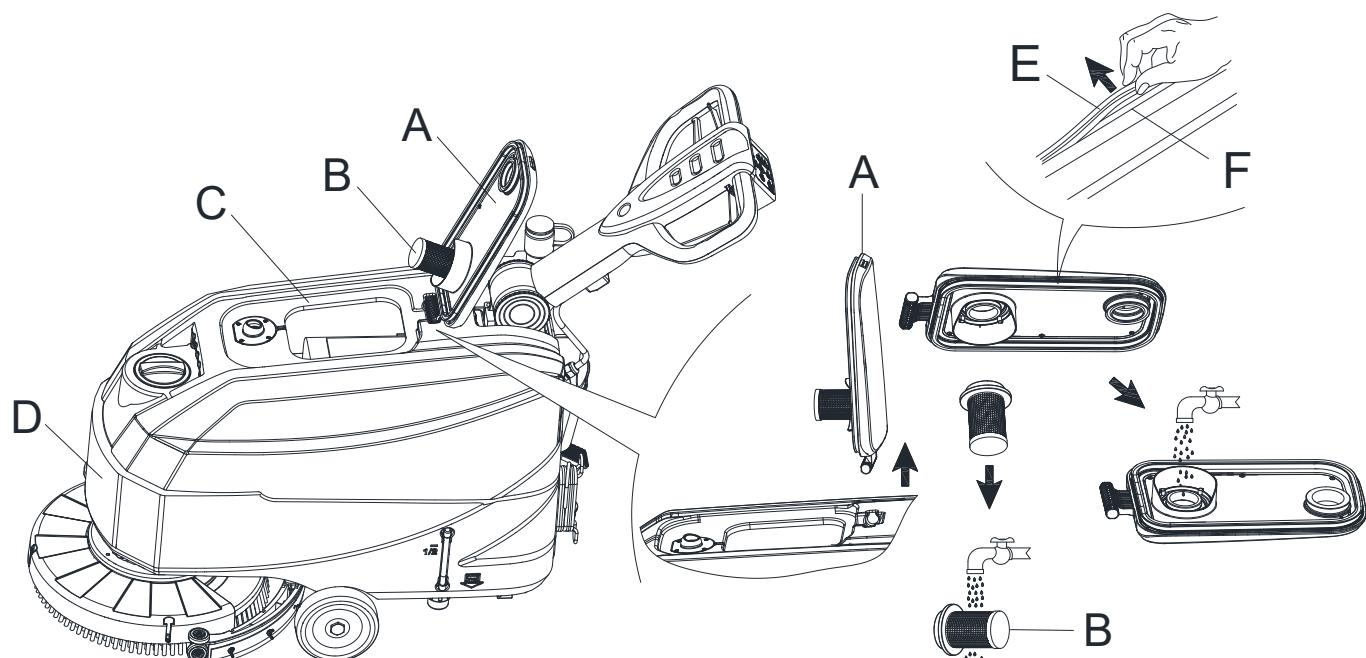

Рис. 17
3. Откройте крышку бака грязной воды (A, Рис. 17) в положение на 90 градусов, в котором ее можно снять с бака грязной воды, а затем выньте поплавковый фильтр (B) из бака грязной воды.